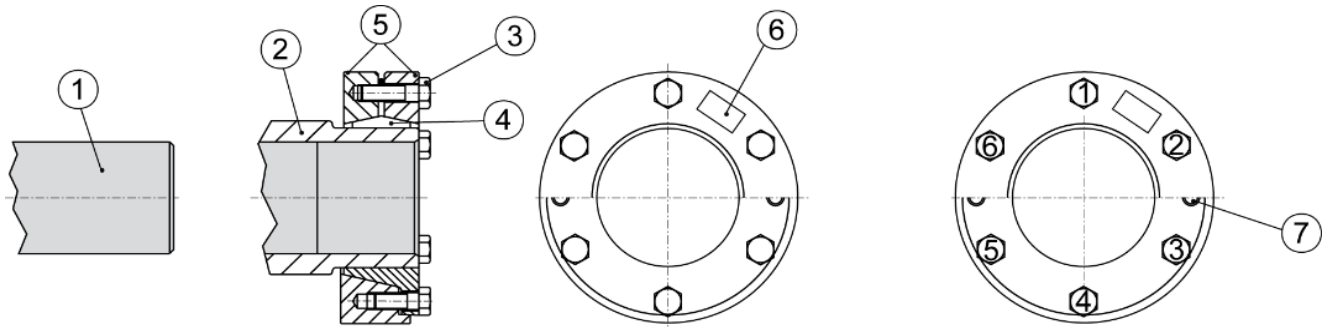

Figura 7 - Eje hueco con disco de contracción
Montaje: (figura 7 hasta 11)
- Apriete los tornillos de trabamiento (3) con un torquímetro, hasta el torque de apriete (6) indicado en el disco de contracción. Luego del apriete de los tornillos de trabamiento (3) deberá haber una holgura uniforme entre los anillos externos (5). Si no fuera el caso, el disco de contracción tendrá que ser remontado. Alinee los anillos externos del disco, ver figura 7.